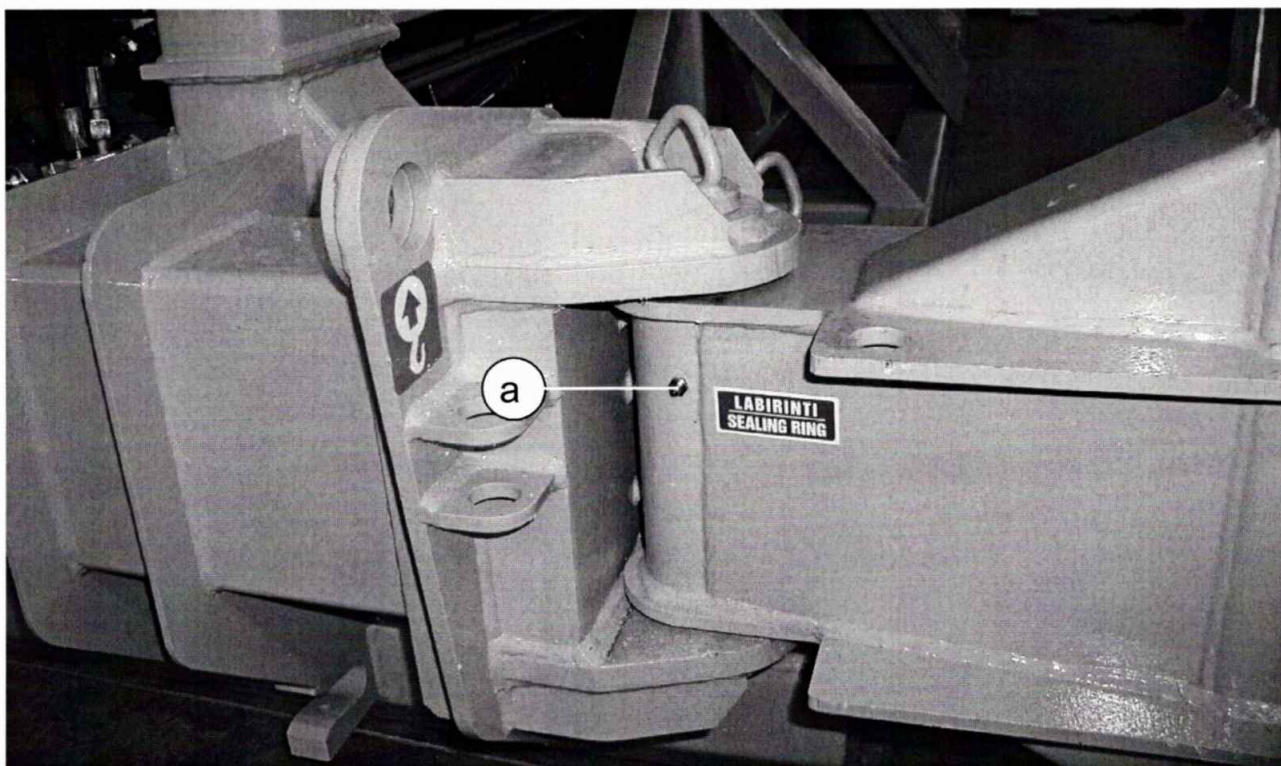

fig. 7.4.1
- 3) Ingrassare i perni di rotazione delle gambe di sollevamento (particolare (a) di fig. 7.4.1.